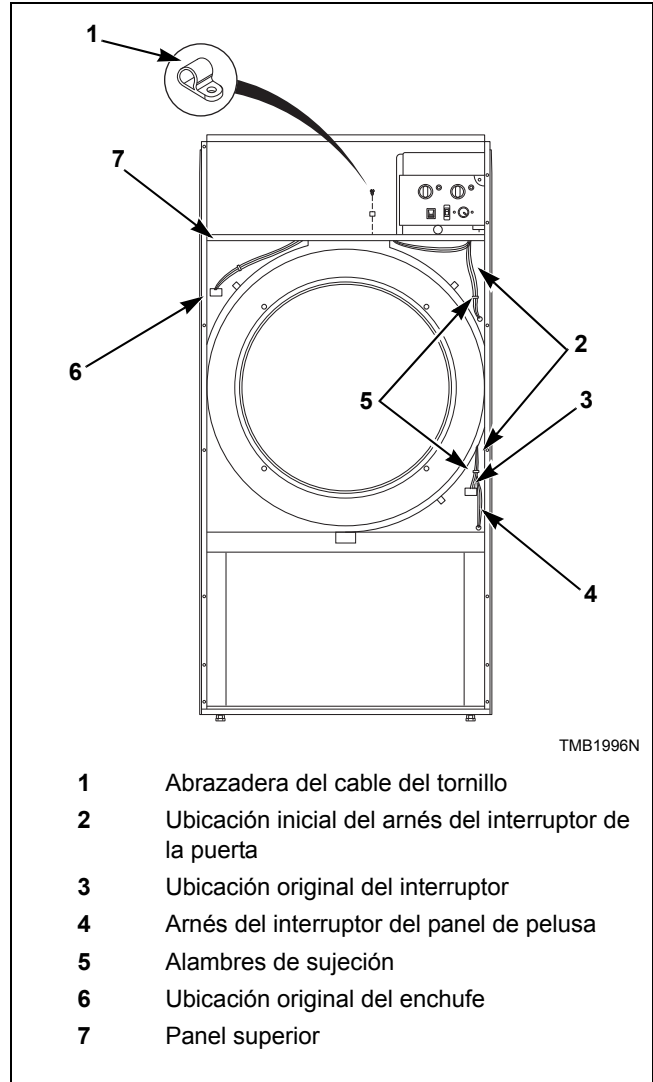

Figura 12
- Cambie la ruta del arnés del interruptor de la puerta por el panel superior, a lo largo de la faldilla frontal, a través de la abrazadera del cable del tornillo, de vuelta hacia abajo a través del panel superior y hacia el interior del cuadrante izquierdo superior de la caja del cilindro. Consulte la *Figura 12*.